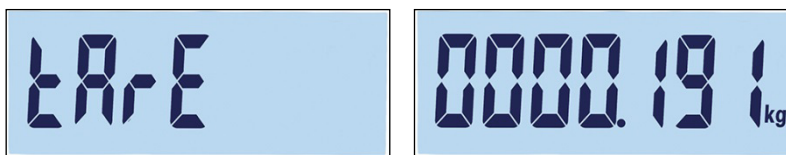

Figura 3-50 Telas de Etiqueta de Tolerância Positiva e Definição
- Finalmente, um valor de tara pode ser definido para o registro (Figura 3-50). Pressione  para confirmar o registro e sair da função de edição de registro.